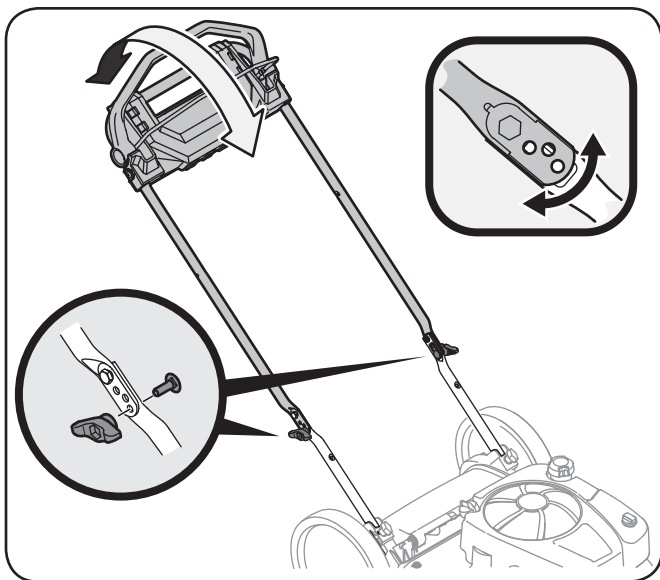

Figure 3-12
1. Retirez les écrous à oreilles et les boulons ordinaires du guidon. Voir lta Figure 3-12.
2. Choisissez la position la plus confortable parmi les trois positions possibles. Voir le détail de la Figure 3-12.